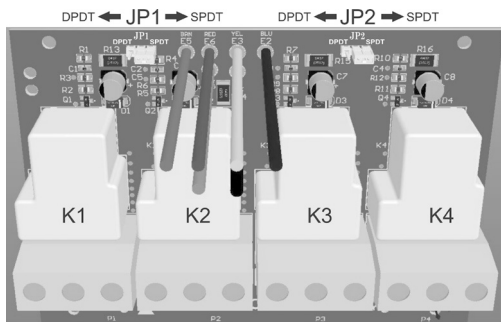

Figura 3.
6. Para crear diferentes tipos de relés, ajuste los dos puentes de configuración en el tablero, JP1 y JP2 (consulte la Figura 3) a fin de formar pares con los relés, como se muestra en la tabla a continuación (derecha).